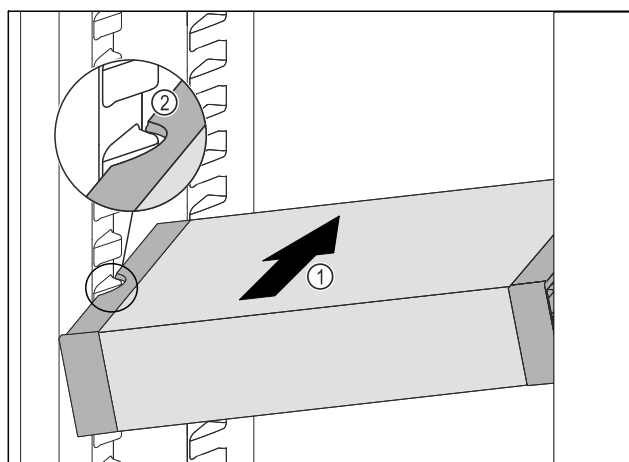

Fig. 31
- ▶ Sæt VarioSafe på skrå ind i kølesektionen, Fig. 31 (1) indtil udsparingerne i siden Fig. 31 (2) på VarioSafe er på niveau med beholderribben i kølesektionen.